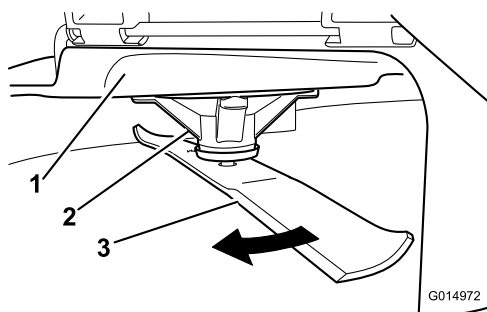

Figura 61
2. Indossando guanti dalla spessa imbottitura o altre protezioni idonee per le mani, ruotare lentamente la lama in una posizione che consenta di misurare la distanza tra il bordo di taglio e la superficie piana su cui si trova la macchina (Figura 61).